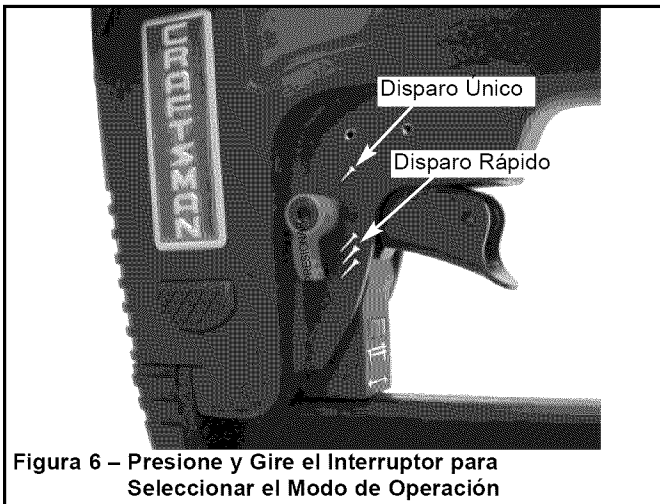

Figura 6 – Presione y Gire el Interruptor para Seleccionar el Modo de Operación
- La herramienta viene equipada con un interruptor giratorio que puede ajustarse al modo de disparo rápido o al modo de disparo único (véase la Figura 6). Cuando se ajusta el interruptor en el modo de disparo único, la herramienta no impulsará un segundo sujetador hasta que se suelte el gatillo por completo y se vuelva a tirar de él.